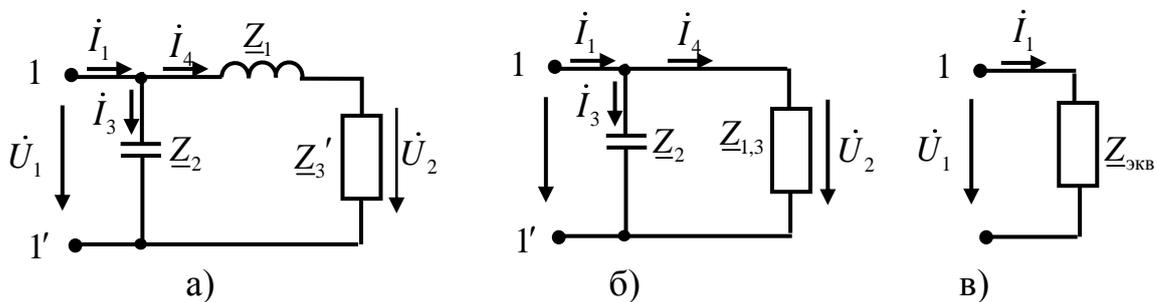

Рис. 7 – Преобразование схемы
Проведем преобразование схемы, заменяя участки с последовательно-параллельным соединением элементов (рис. 7).
1.  $\underline{Z}_3$  и  $\underline{Z}_H$  соединены параллельно. Их эквивалентное сопротивление  $\underline{Z}'_3$  (рис. 7,а).
2.  $\underline{Z}_1$  и  $\underline{Z}'_3$  соединены последовательно (рис. 7,а). Сложим их и получим сопротивление  $\underline{Z}_{1,3}$  (рис. 7,б).
3. При дальнейшем преобразовании объединяются параллельно соединенные сопротивления  $\underline{Z}_2$  и  $\underline{Z}_{1,3}$  и получается схема с одним эквивалентным сопротивлением  $\underline{Z}_{\text{экв}}$  (рис. 7,в).